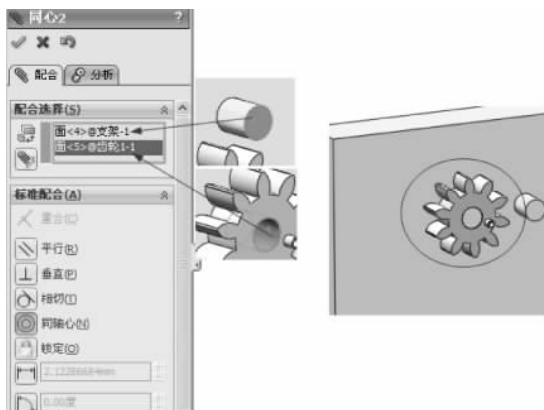

图 3-80 同轴心配合
(3) 在【标准配合】选项组下选择【同轴心】配合类型 , 单击【配合选择】选项组下的选择框, 然后在图形区域中选择支架左侧轴和齿轮轴孔, 如图 3-80 所示, 单击【确定】按钮 , 完成同轴心的配合。